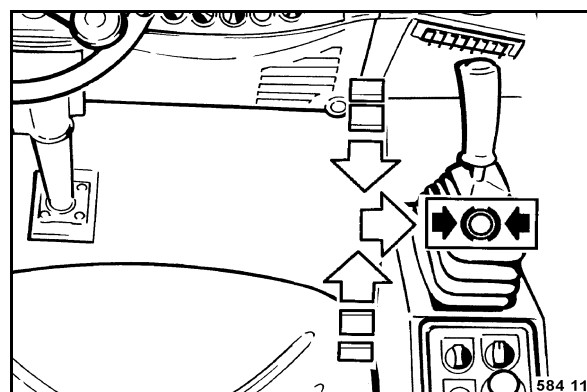

fig. 46
- Vérifier si le levier de commande de la marche (fig. 46) est enclenché vers la droite sur position de freinage.